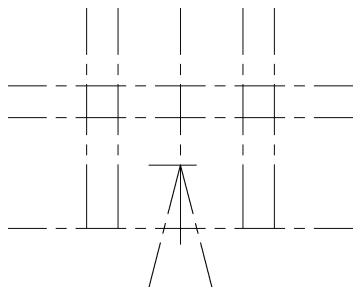

图 5-46 绘制定位轴线示例
① 绘制定位轴线。使用“构造线”命令，绘制各定位轴线；使用“放射线”命令绘制  $30^\circ$  角度界线，如图 5-46 所示。